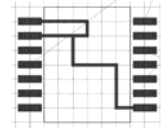

Рис. 48
- с целью проверки введения дополнительной вершины переместить нижний участок вертикального проводника на три дискрета вправо, щелкнув LB на кнопке Move ПИ и в точках 118,75/85 и 12125/85 (рис. 48).